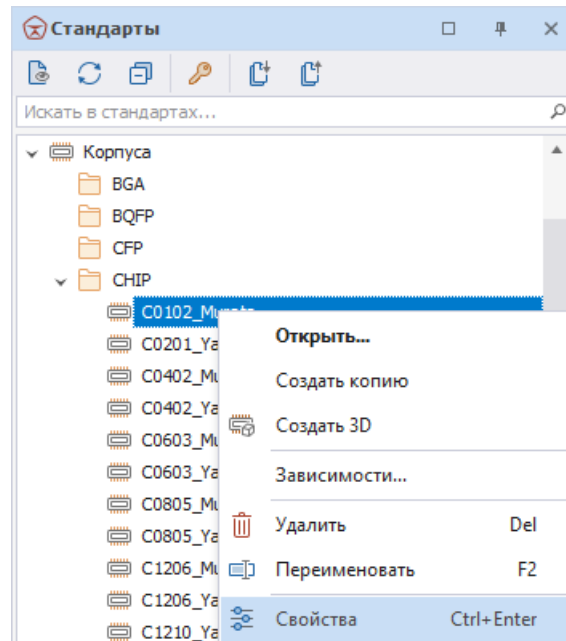

Рис. 95 Просмотр свойств корпуса
2. Вызовите контекстное меню и выберите пункт «Свойства», либо воспользуйтесь горячей клавишей Ctrl+Enter, см. Рис. 95.